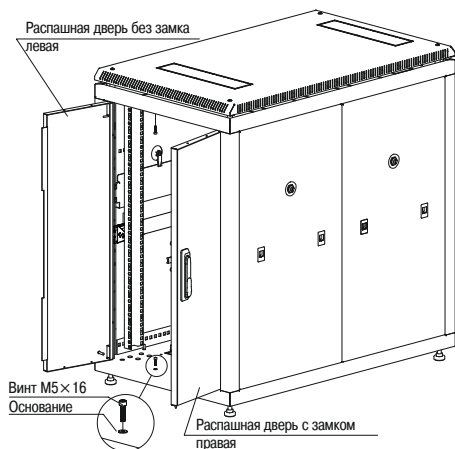

Рисунок 13 – Установка распашных дверей в шкаф
4.4.2 Для установки распашных двухстворчатых дверей (рисунок 13) требуется повторить 4.4.1–4.4.4.
**Для предотвращения поворота распашных дверей внутрь шкафа в посадочные места на обоих основаниях необходимо вкрутить два винта M5×16 (рисунок 13).